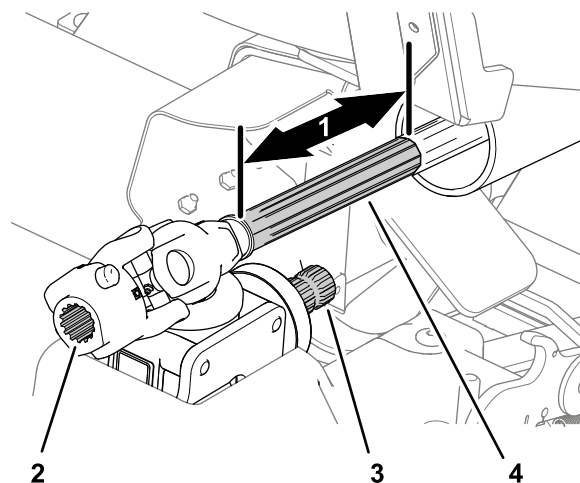

Figure 54
3. Essuyez les cannelures de l'arbre du boîtier d'engrenages et de l'arbre de transmission (Figure 54).
4. Essuyez la surface coulissante de l'arbre de transmission avant (Figure 54).
5. Appliquez du produit antigrippage sur les cannelures de l'arbre du boîtier d'engrenages et l'accouplement à cardan (Figure 54).
6. Appliquez du produit antigrippage sur la surface coulissante de l'arbre de transmission avant (Figure 54).
2. Tirez la moitié avant de l'arbre de transmission (Figure 54) d'environ 25 cm en avant.